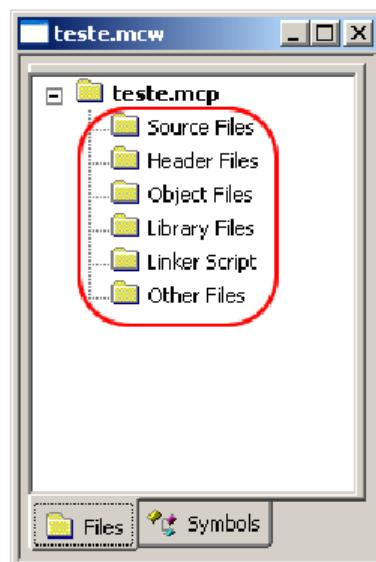

Figura 3.33 - Janela "Project".
- 9) O próximo passo é adicionar os arquivos main.c e linker ao seu projeto. Recomendamos que utilizem os arquivos disponíveis em nosso DVD. Para adicionar arquivos ao seu projeto, utilize à janela do Projeto (Ver Figura 3.33). Nesta janela você pode adicionar arquivos fontes (Source Files), arquivos cabeçalhos (Header Files), arquivos objetos (Object Files), arquivos de biblioteca (Library Files).